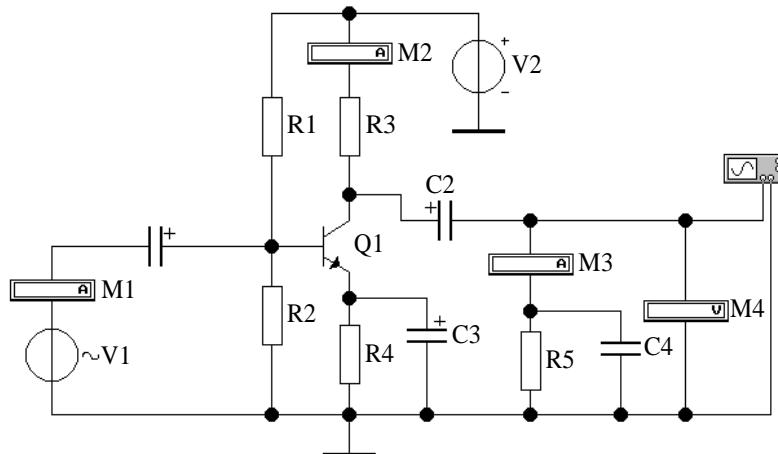

Рисунок1
5.1 Соберите схему для исследования каскада с общим эмиттером (рисунок 1).
Элементы следует извлекать из библиотек в порядке возрастания позиционных номеров, иначе позиционные номера элементов на экране не будут совпадать с позиционными номерами элементов на схеме рисунок1 (программа автоматически нумерует элементы в порядке их извлечения).